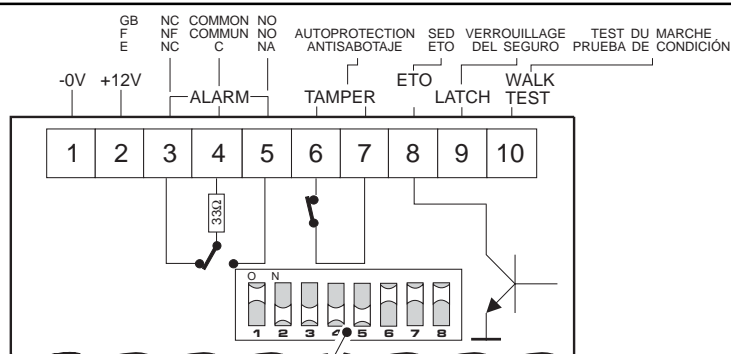
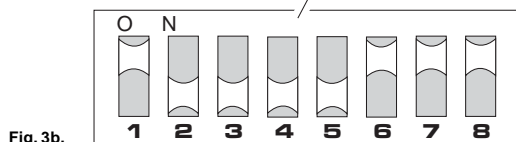

Fig. 3a.
Fig. 3b.
Lift off cover plate ① as shown. Open detector ② and remove electronics module ③, taking care not to touch pyroelectric sensor ④. Break out one or both cable entry hole(s) as required ⑤. Select mounting holes for corner ⑥ or flat wall ⑦ mounting. Use the base as a template for marking screw hole locations on the wall. Fasten the base to the wall. Strip cable for 2 inch (5 cm) and pull it through the cable entry hole(s) and strain relief. Replace the electronics module ③ and wire the detector as shown (fig. 3a). Select options with switch as required (fig. 3b), replace cover ②, insert screw ⑧ and replace cover plate ①.
Retirer le couvercle ① comme indiqué. Ouvrir le détecteur ② et enlever le module électronique ③ en veillant à ne pas toucher le capteur pyroélectrique ④. Défoncer un trou d'entrée de câble ⑤, si nécessaire les deux. Choisir les trous en fonction d'un montage dans un coin ⑥ ou mural ⑦. Utiliser la base comme gabarit pour repérer les emplacements des trous de vis sur le mur. Fixer la base au mur. Dénuder les fils sur 2 inch (5 cm) et les mener par le ou les trous ⑤ d'entrée de câble, ainsi que par l'attache servant à réduire les contraintes. Replacer le module électronique ③ et câbler le détecteur comme indiqué (fig. 3a). Sélectionner les options à l'aide des commutateurs comme indiqué (fig. 3b). Replacer le détecteur ②, la vis ⑧ et le couvercle ①.
Levante la tapa ① tal como se indica. Abra el detector ② y retire el módulo electrónico ③ procurando no tocar el sensor piroeléctrico ④. Rompa uno o ambos orificios de entrada de cable, según sea necesario ⑤. Elija los agujeros de montaje, para montaje en esquina ⑥ o sobre pared plana ⑦. Utilice la base como plantilla para marcar el emplazamiento de los agujeros para los tornillos en la pared. Sujete la base a la pared. Pele 2 inch (5 cm) de cable y páselo a través del orificio o de los orificios de entrada de cables y de la retención para evitar tensiones. Vuelva a instalar el módulo electrónico ③ y conecte el detector tal como se indica (fig. 3a). Elija las opciones con el interruptor que desee (fig. 3b), vuelva a colocar la tapa ②, introduzca el tornillo ⑧ y ponga la tapa ①.
Note: First set the Control Voltage ("CV") by jumper SW8 (see fig. 3b). (For example: SW8 = "OFF", then "CV" = 0 Volt = "Low").
Remarque: Sélection d'abord la polarité de contrôle ("CV") avec le cavalier SW8. (voir fig. 3b.)